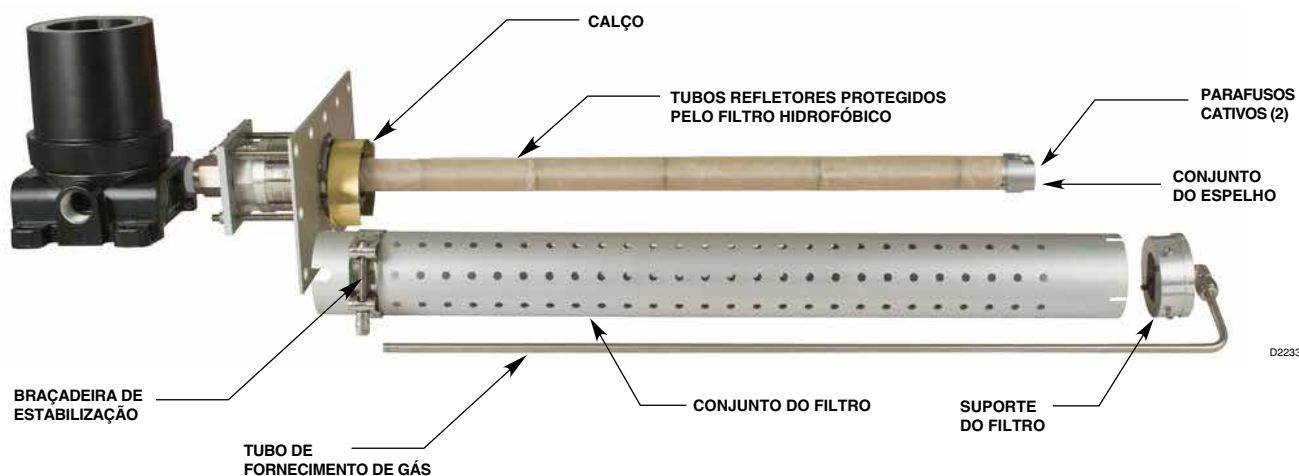
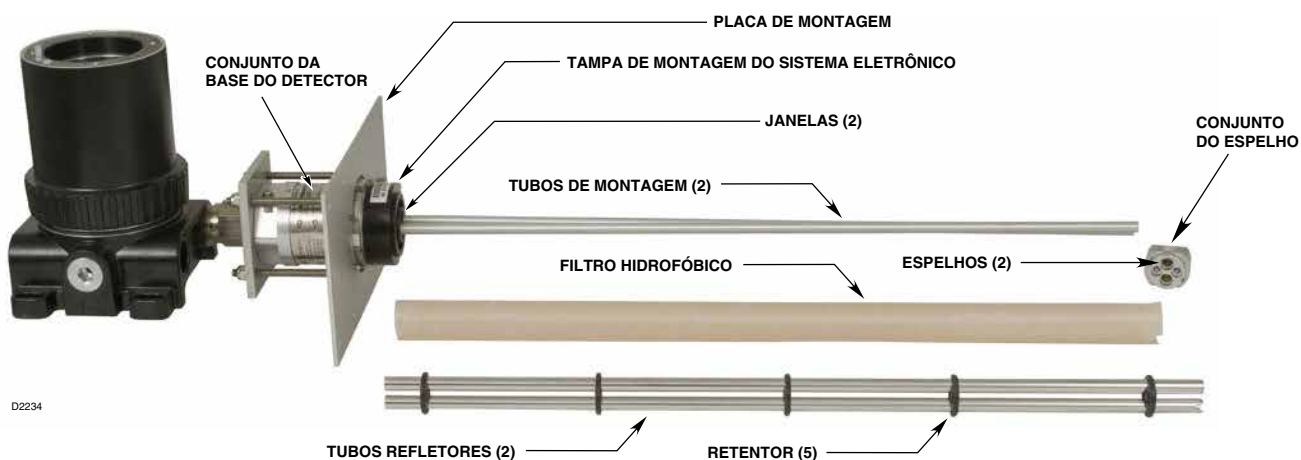

Figura 12 — PIRDUCT com conjunto do filtro removido
Figura 13 — PIRDUCT desmontado para limpeza
1. Afrouxe um pouco a braçadeira de estabilização para soltar o conjunto do filtro e o calço da tampa de montagem do sistema eletrônico. Não remova a braçadeira completamente da tampa de montagem do sistema eletrônico. Mantenha o calço em mãos para remontagem (veja a Figura 12).
2. Afrouxe os dois parafusos cativos na extremidade do suporte do filtro e remova o conjunto do filtro conforme mostrado na Figura 12.
3. Afrouxe os dois parafusos cativos no conjunto do espelho (Figura 12) e remova o conjunto do espelho dos tubos refletores. Veja a Figura 13.
4. Remova o filtro hidrofóbico e os tubos refletores dos tubos de montagem conforme mostrado na Figura 13. Não remova a tampa de montagem do sistema eletrônico.
10. Aperte os dois parafusos cativos no conjunto do espelho. Veja a Figura 12. Aperte os parafusos uniformemente. Não aperte demais (aplique 1 N-m de torque no mínimo).